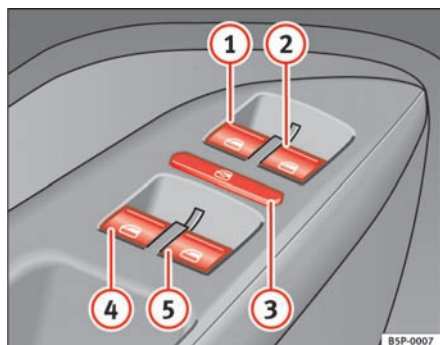

Fig. 69 Udsnit af førerdøren: betjeningssementer til ruderne foran og bagi
Kontakterne ⇒ side 104, fig. 69 ① og ② har to trin til åbning og to trin til lukning af ruden. Det gør det nemmere at åbne eller lukke ruderne til den ønskede position.